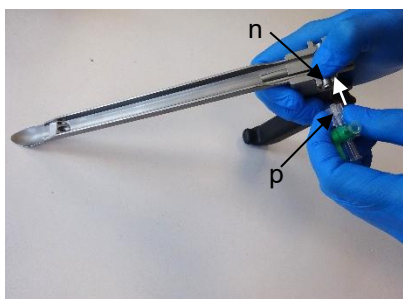

Fig. 9a
5. Pour fixer la canule d'aspiration, placer le raccord Luer-Lock avec écrou de verrouillage (p) sur le filetage du raccord Luer-Lock de la canule d'aspiration (n) (voir fig. 9a), puis visser à la main sans forcer dans le sens horaire (voir figure 9b). 9b).